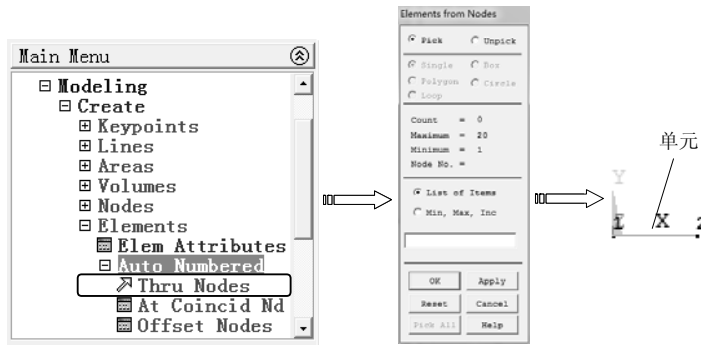

图 7-83 创建单元
5) 选择 “Main Menu>Preprocessor>Modeling>Create>Elements>Auto Numbered>Thru Nodes” 命令，弹出 “Elements from Nodes” 对话框，选择节点 1 和 2，单击 “OK” 按钮，创建一个单元，如图 7-83 所示。